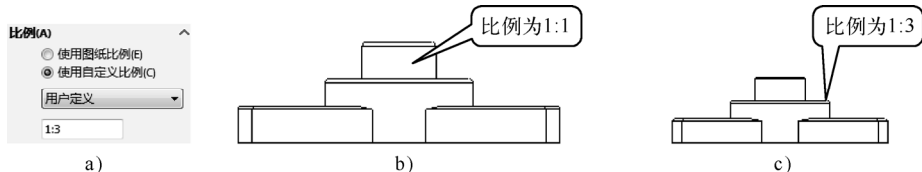

图 7-16 “比例”卷展栏的作用
- “比例”卷展栏：主要用于设置视图打印尺寸与模型真实尺寸的比值，如图 7-16 所示。